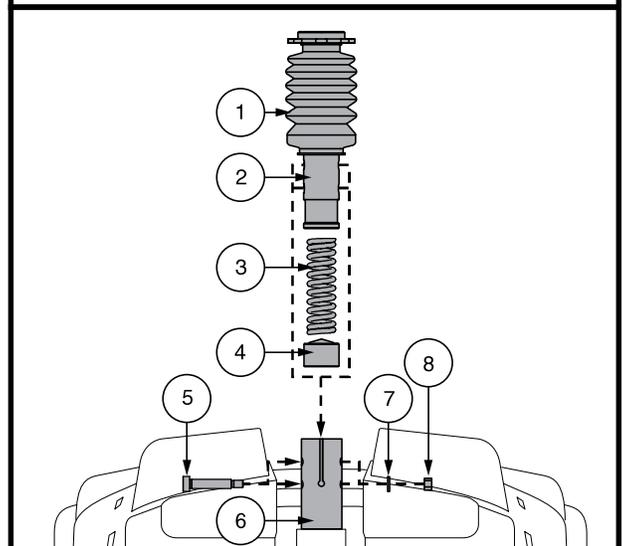

Figura 20. Regolazione altezza sedile - Asta Del Sedile
4. Spingere in basso l'asta del sedile allentando e rimuovendo il bullone laterale, la rondella e il dado. **Vedere figura 20.**
6. Installare la molla desiderata. **Vedere la figura 20.**
2. Posizionare la seduta a testa in giù per poter lavorare sulla base della seduta. **Vedere figura 20.**